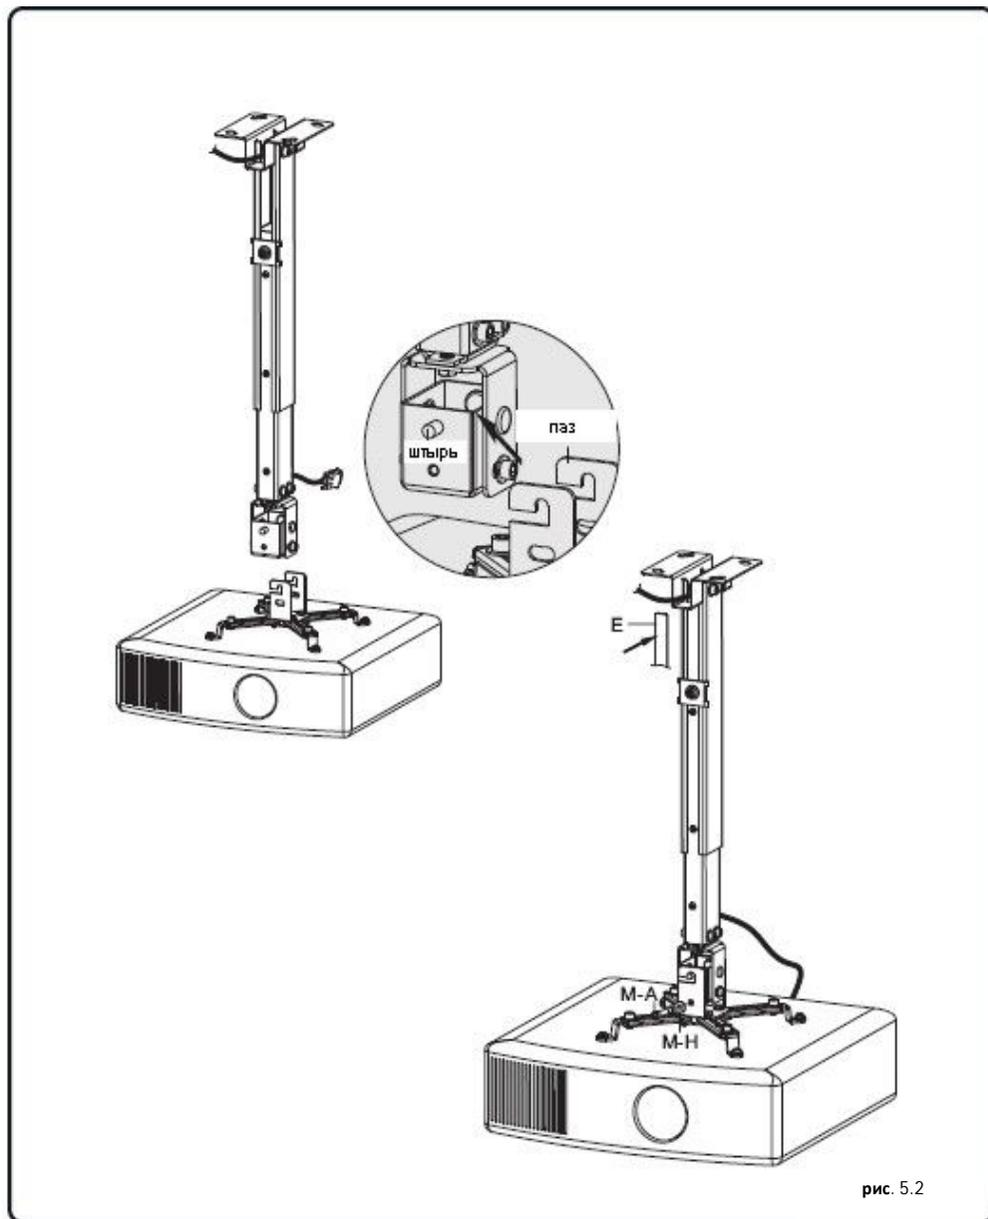

рис. 5.2
- Насадить пазы переходного кронштейна на штыри шарнирного кронштейна и закрепить двумя винтами (M-A) с двумя шайбами (M-H), как показано на рис. 5.2.
- Отрезать пластину закрытия кабеля на длину выступаania наружного корпуса. Завести пластину закрытия кабеля в отверстие, как показано на рис. 5.2.